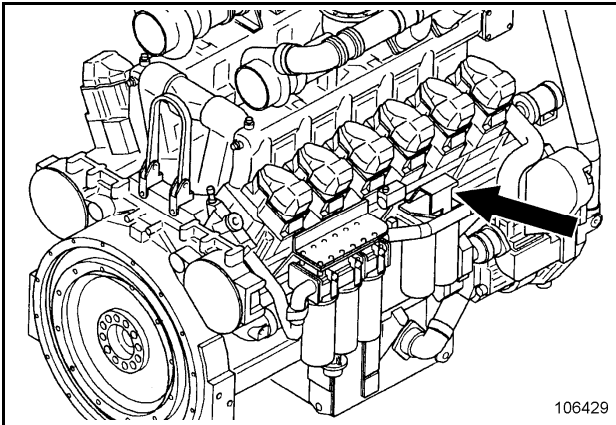

Fig. 3-34:
- Conectar la bomba de prebombeo de combustible por medio del interruptor basculante (flecha, Fig. 3-34:). Los filtros de combustible se llenan de combustible, el aire sale por la tubería de retorno al depósito.